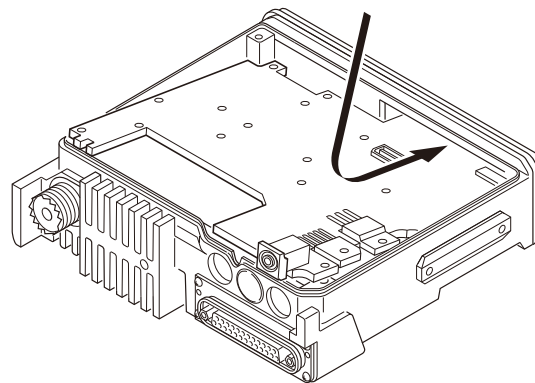

Fig. 3 / 图 3
2. Place the TX-RX PCB at its original position, tilt the TX-RX PCB and install the chassis as shown in Figure 3.
2. 如图 3 所示，将 TX-RX PCB 放置在原来的位置，然后翘起 TX-RX PCB 并安装底座。